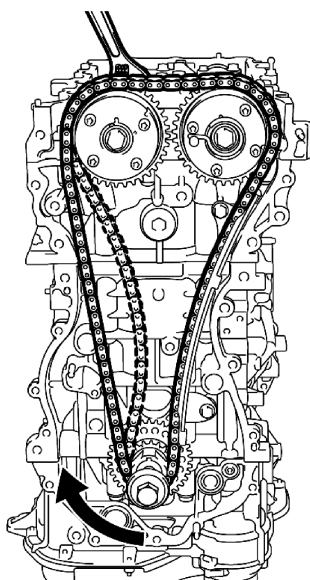

图 1-175 安装正时链条张紧器导板
⑥ 拆下曲轴正时链轮上的绳子，顺时针转动曲轴，并松开链条以安装链条张紧器导板，见图 1-175。
① 用 2 个螺栓安装新的衬垫和链条张紧器。
② 从挡片上拆下销。